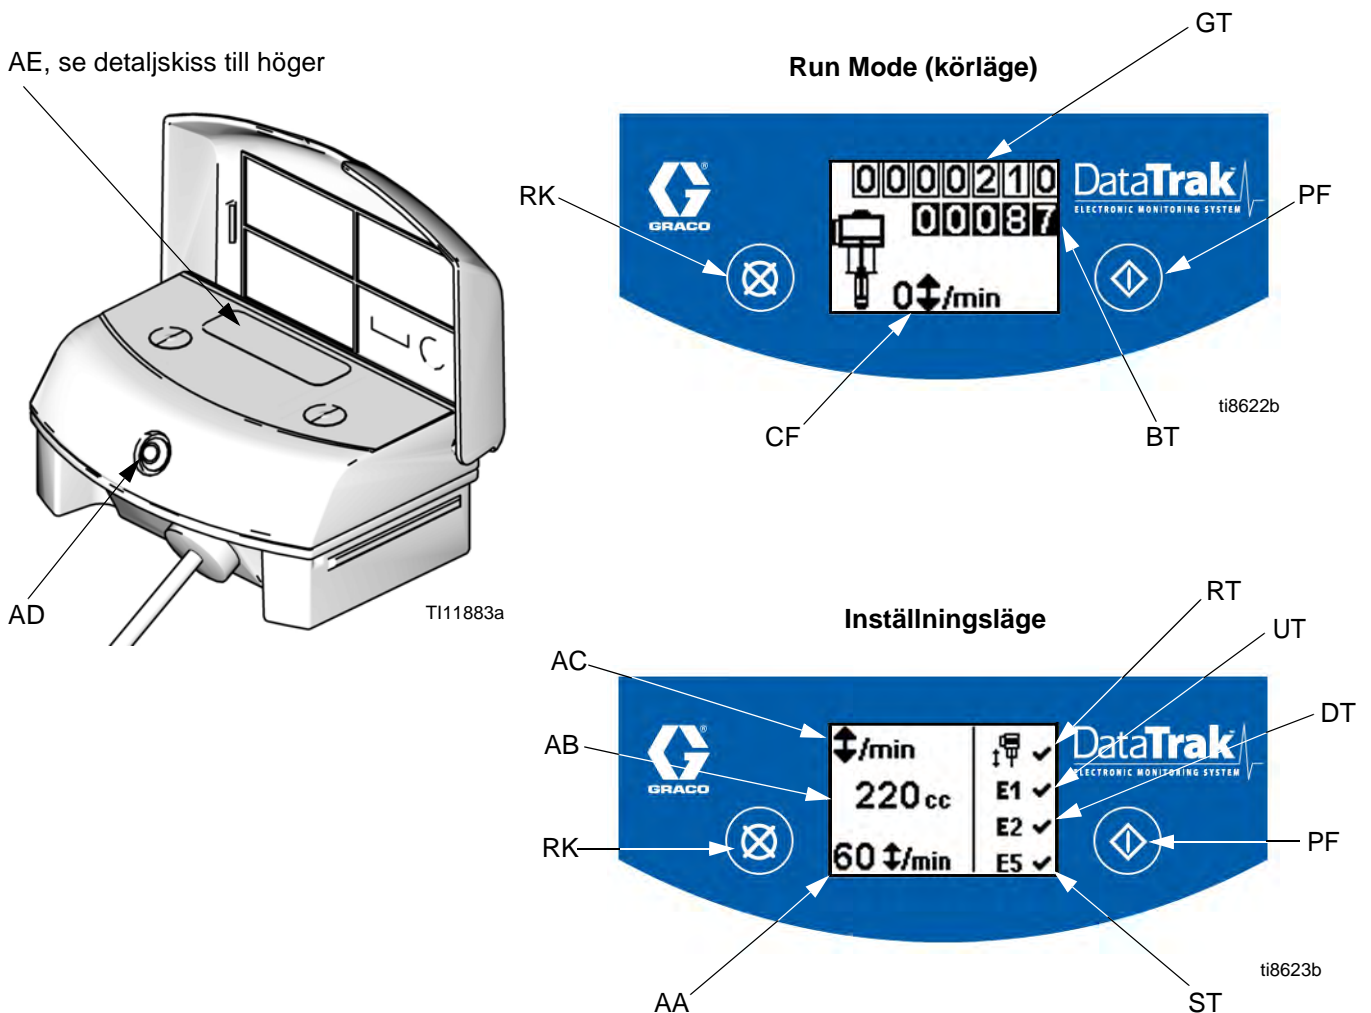

FIG. 9. Reglage och indikatorlampor på DataTrak
## Beteckningar för Fig. 9
1. Se FIG. 9. Håll inne  i fem sekunder tills inställningsmenyn visas.
**ANM:** När rusningsbegränsningen och felalternativen E1, E2 och E5 är aktiverade visas ✓ på inställningsbilden. Se FIG. 9.
1. Se FIG. 9. Om pumpen rusar aktiveras rusningsventilen och pumpen stoppas. Lysdioden (AD) blinkar och på displayen (AE) visas att pumpen rusat (se Tabell 1). Displayen kommer att cykla igenom sex instruktionsskärmar.
2. Rusningsskärm 1 och 2: Stäng huvudluftkranen (U) för att återställa solenoiden för rusning. Vänta på att luften helt ska avluftas från luftmotorn.
5. Öppna huvudluftkranen (U) för att starta om pumpen.
**ANM:** Gå in i inställningsläge och ställ in rusningsvärdet 0 (noll) eller växla (RT) till av  (se FIG. 9).
1. Se FIG. 9. Tänd displayen med någon knapp och tryck sedan på . Symbolen för luftning/renspolning visas på displayen och lysdioden blinkar
2. I läge flödning/renspolning är rusningsskyddet och satssummeringen (BT) avstängda. Summeringen (GT) fortsätter att räkna.
Se FIG. 9. Sista siffran på satssummeraren (BT) anger tiondels gallon eller liter. Tänd displayen med någon knapp och tryck sedan och håll in  i tre sekunder så nollställs räknaren.
Se FIG. 9. Displayen (AE) släcks efter en minut i driftläge och tre minuter i inställningsläge. Tryck på någon knapp så att displayen tänds.
**ANM:** Displayen (AE) kan stängas av om utsätts för hög nivå av statisk elektricitet DataTrak. Tryck på någon knapp så att displayen tänds.
DataTrak upptäcker många olika problem med pumpen. När monitorn upptäcker ett fel blinkar lysdioden (AD, FIG. 9) och en felkod visas på displayen. Se Tabell 1.